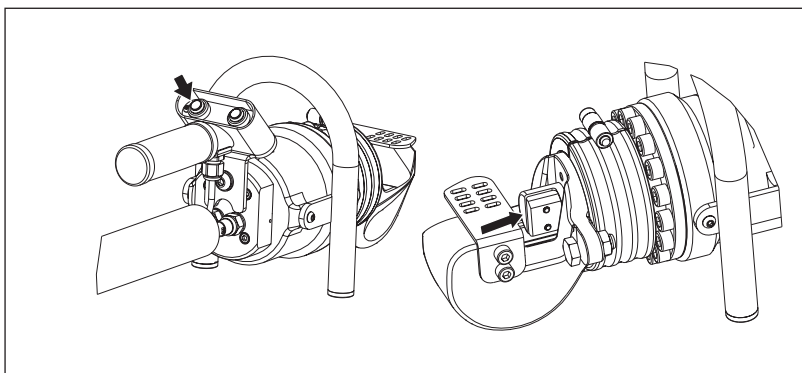

図10:操作 - 格納
- **retract**(格納) プッシュボタンを押し続けると、ピストンが格納され、可動ブレードが後方へスライドします。図10を参照してください。